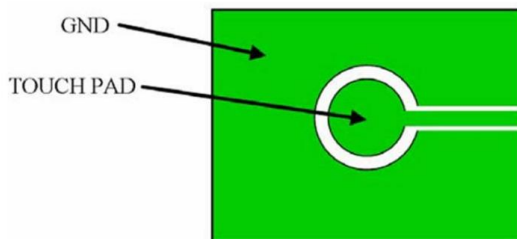

图 5 TOUCH PAD 参考画法
- 4、从 TOUCH PAD 到 IC 管脚 TCH 不要与其他快速跳变的信号线并行或者与其他线交叉。TOUCH PAD 需用 GROUND 保护, 请参考图 5。